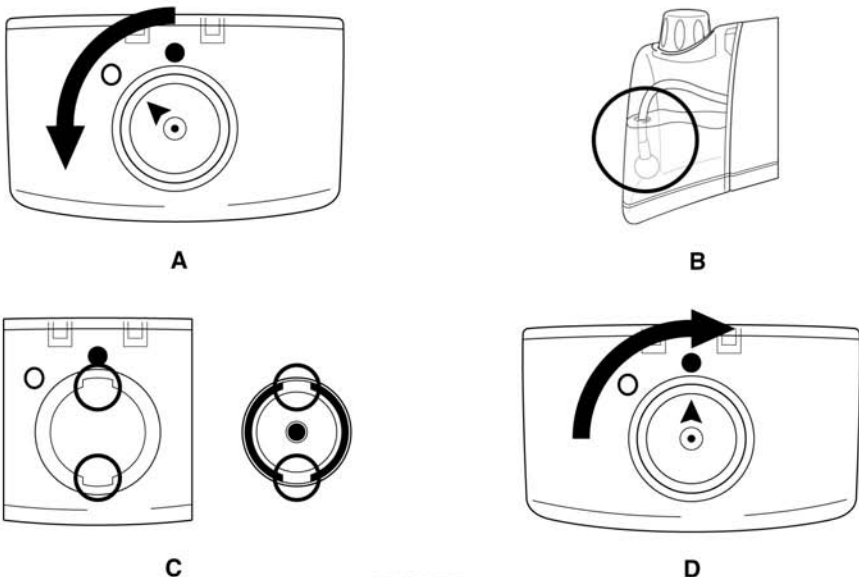

FIGURE 5
1. Enlevez le Bouchon du Réservoir d'Eau en le tournant dans le sens inverse des aiguilles d'une montre, pour que la flèche sur le haut du bouchon indique la marque du cercle ouvert sur le Réservoir d'Eau (FIGURE 5-A). Retirez le bouchon quand il semble desserré.
2. Remplissez le Réservoir d'Eau avec de l'eau. La manière la plus facile pour le faire est de le remplir directement d'un robinet. N'importe combien d'eau peut être utilisée, pourvu que le boyau de la pompe à l'intérieur du réservoir soit submergé (FIGURE 5-B). Toutefois, afin d'obtenir le maximum de temps de vaporisation après un seul remplissage, le Réservoir d'Eau doit être complètement rempli (environ 10 onces / 295 ml.).
3. Une fois le Réservoir d'Eau rempli, replacez le Bouchon du Réservoir d'Eau. Alignez les pattes situées sur le fond du bouchon avec les fentes autour du trou de remplissage (FIGURE 5-C). Insérez le bouchon, et ensuite tournez-le dans le sens des aiguilles d'une montre, pour que la flèche sur le haut du bouchon indique la marque du cercle fermé sur le Réservoir d'Eau (FIGURE 5-D).